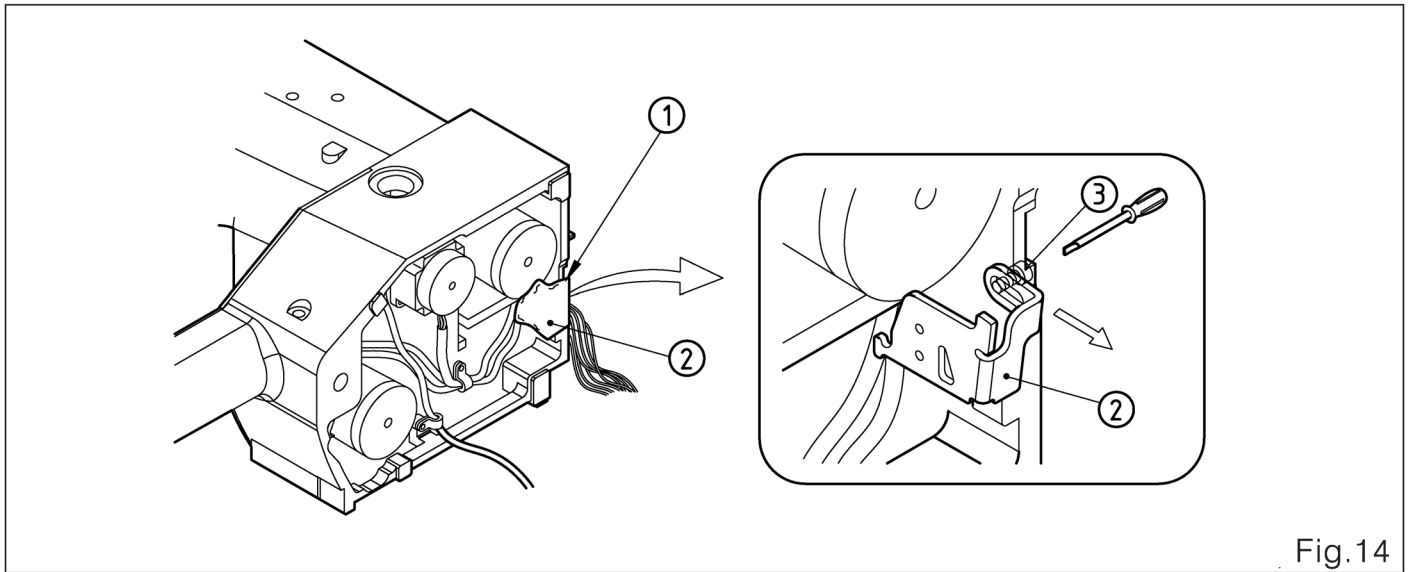

Fig.14
- 1 . Depois de inclinar a máquina, o tubo de óleo ⑤ deve ser firmemente inserido profundamente no interior ao invés de longe do lubrificador ④.
2. Retire a tira que fixa o tubo de óleo ⑤.
7. Interruptor de segurança (Fig. 14) Rasgue a fita ① na barra de contato que fixa o interruptor de segurança ②